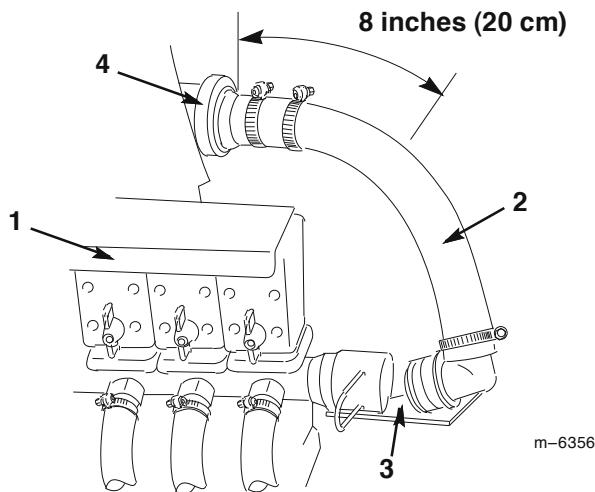

図8
- ブーム送液バルブ右側のT字管に接続されているブーム送液ホースを止めているリテーナを外し、ホースを外す(図8)。
2. ブーム送液ホースを、フロー・メータ(装着している場合)の右8インチ(20 cm)、または送液T字管(ブーム・バルブのすぐ後ろにある)から32インチ(114.30 cm)のところで、金のこを使って切断する(図8)。ゆるめた側からホース・クランプを外す。ホースとフィッティングを廃棄する。